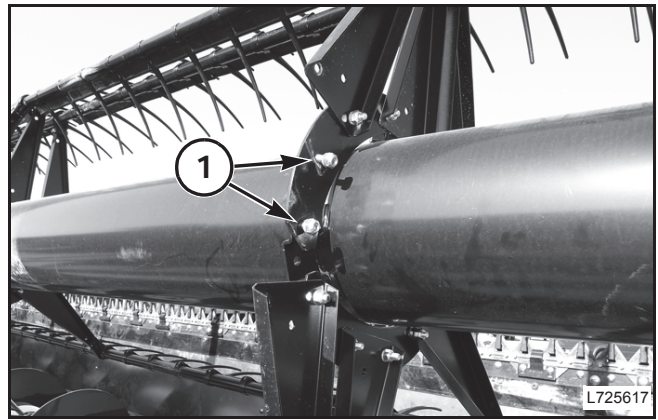

FIG. 11
FIG. 11: Remueva los tornillos de fijación (1) que no están sujetando los brazos del molinete y déjelos a un lado, para un uso futuro. Habrá tornillos de fijación en cada brida en el tubo central.